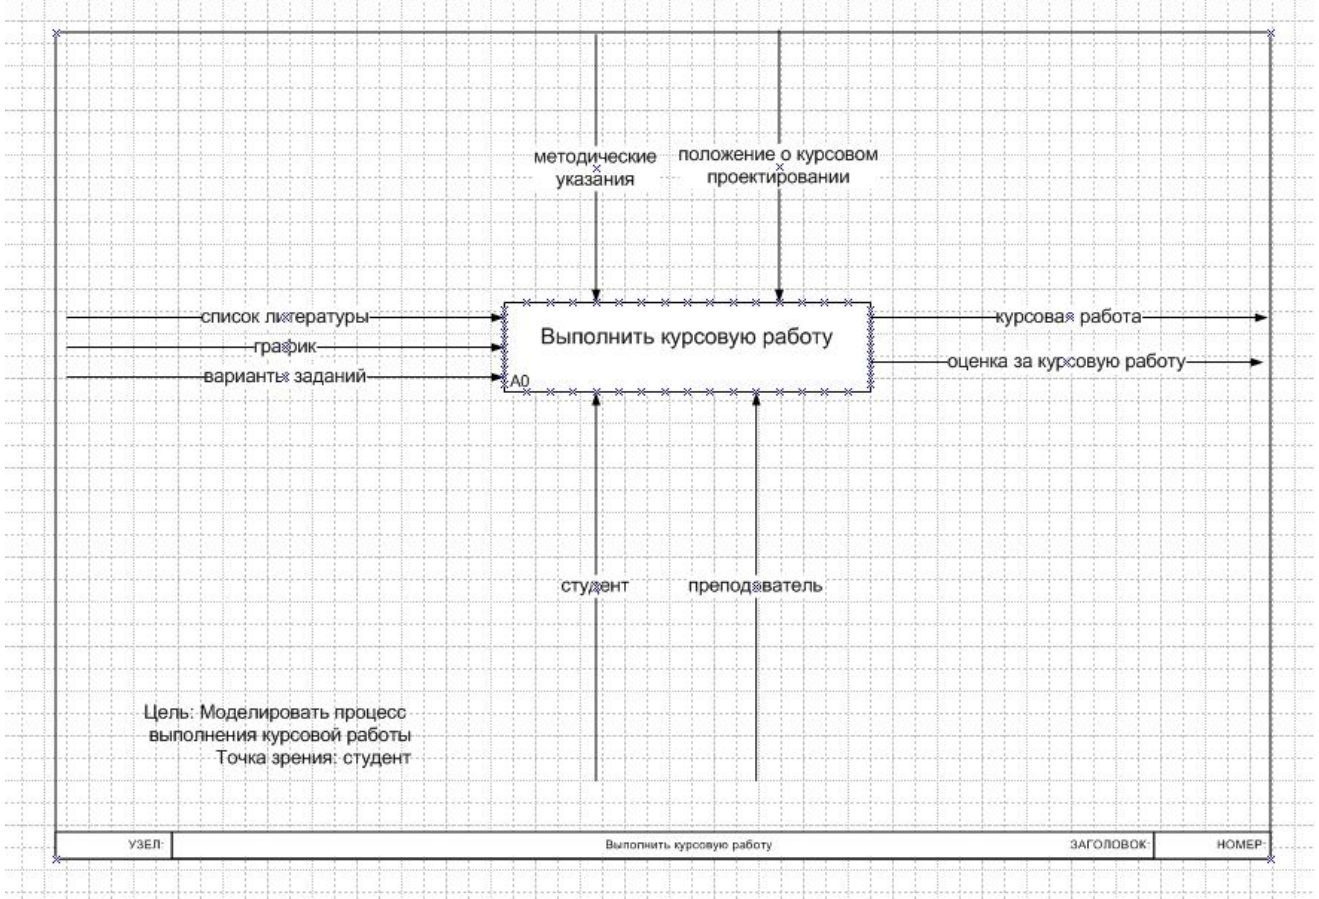

Рисунок 6 - Контекстная диаграмма
7. Результат выполнения предыдущих пунктов представлен на Рис. 6